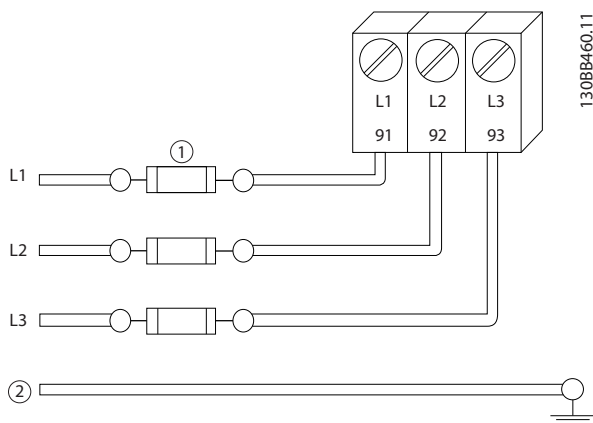

图 2.6 变频器熔断器
- 必须为所有变频器都提供短路和过电流保护。为了提供这种保护，须采用输入熔断装置，请参阅图 2.6。如果出厂时没有附带熔断器，则须由安装商作为安装的一部分而提供安装。请参阅 10.1 取决于功率的规格中的熔断器最大额定值。